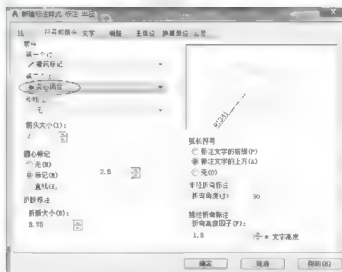

图 3.28 将箭头改为【实心闭合】
① 将【符号和箭头】选项卡内的箭头设定为【实心闭合】，如图 3.28 所示。